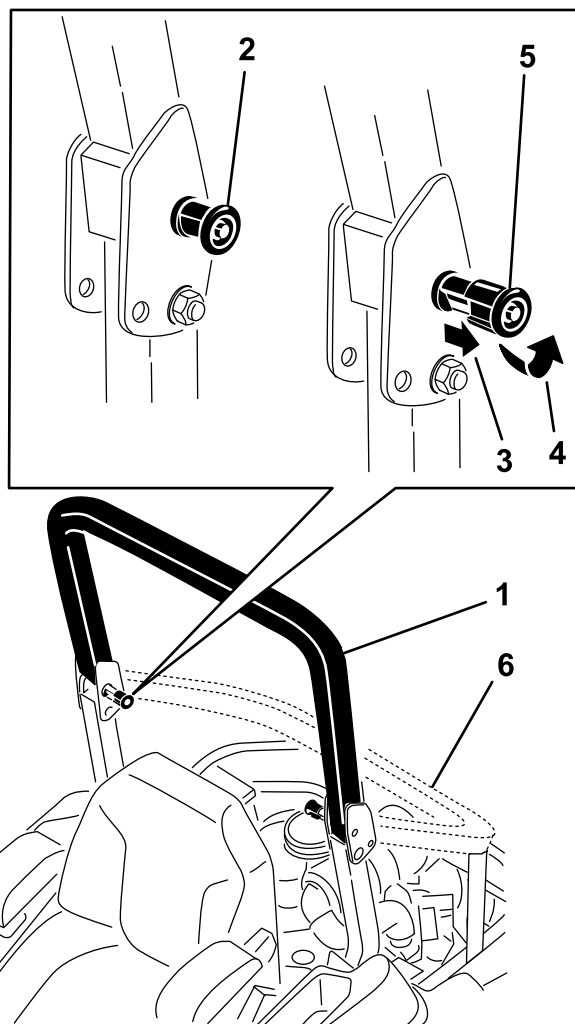
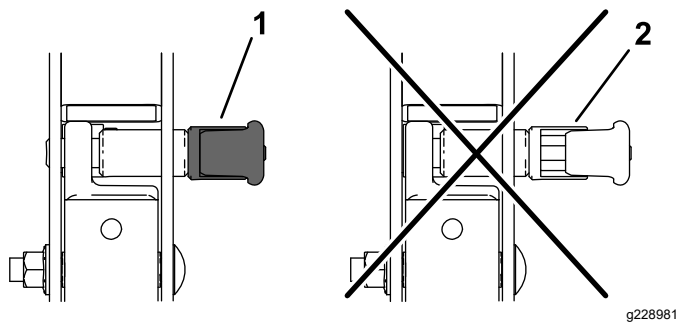

Рисунок 70
Рисунок 71
**Примечание:** Возможно, потребуется нажать на верхнюю скобу защитной дуги вперед или потянуть назад, чтобы обе ручки полностью вошли в зацепление (Рисунок 70 и Рисунок 71).